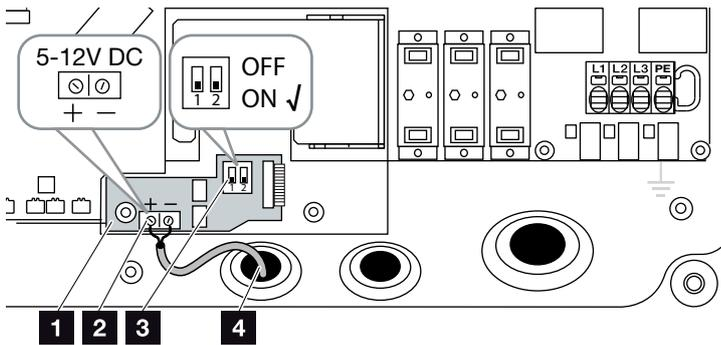

Fig. 25: Scheda PIKO EPC AC Off Switch
1. Introdurre il cavo di comando nell'inverter e collegarlo alla morsettieria  **Fig. 25, Pos. 2** della scheda.
3. Posizionare su ON l'interruttore DIP  **Fig. 25, Pos. 3**